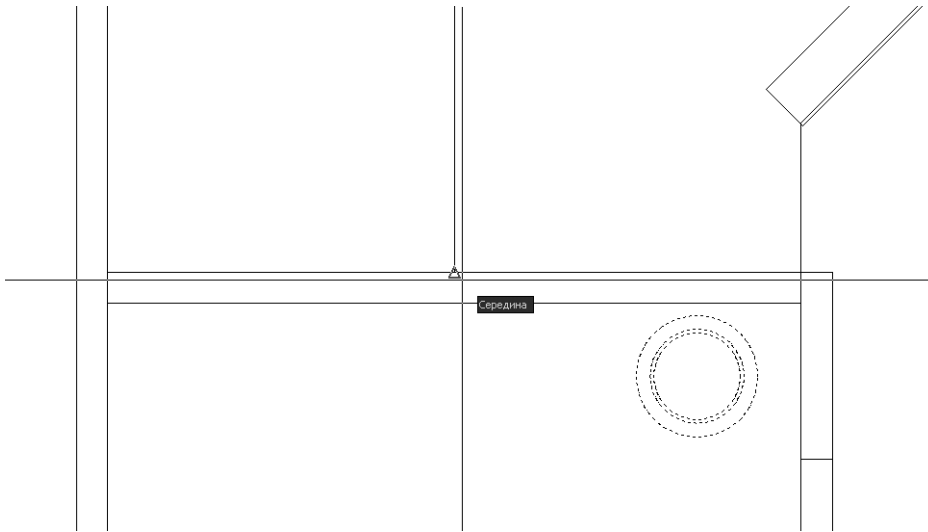

Рис. 5.31. Первая точка оси зеркального отображения выбранных объектов
2. Поскольку объекты были выделены заранее, команда **Зеркало** (MIRROR) предложит выбрать первую точку оси зеркального отображения. Включите режим привязки **Середина** (Midpoint) и выберите среднюю точку *верхней* линии прямоугольника, который обозначает правую боковую стенку малой тумбы, как показано на рис. 5.31.